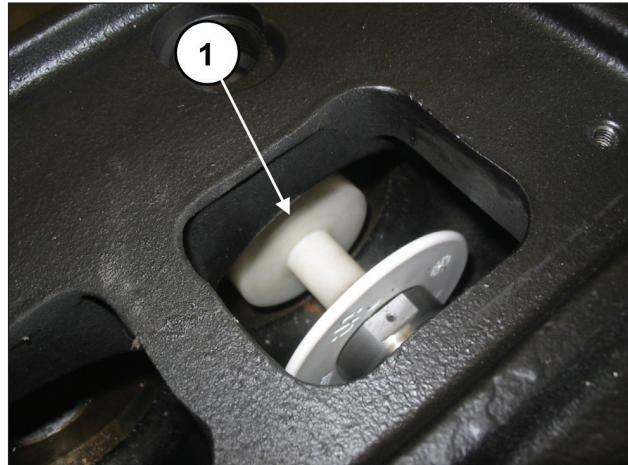

Fig. 158
tourner manuellement l'arbre de sorte que les 3 pistons se trouvent progressivement en position de point mort supérieur puis insérer le tampon réf. 27516600 entre le guide de piston et le piston (rep. ①, Fig. 158).